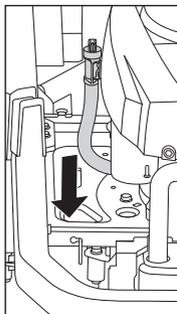

Fig.30A
3. Localice el manguito de vaciado de aceite y tire de él hacia abajo para extraerlo. (Fig.30A)